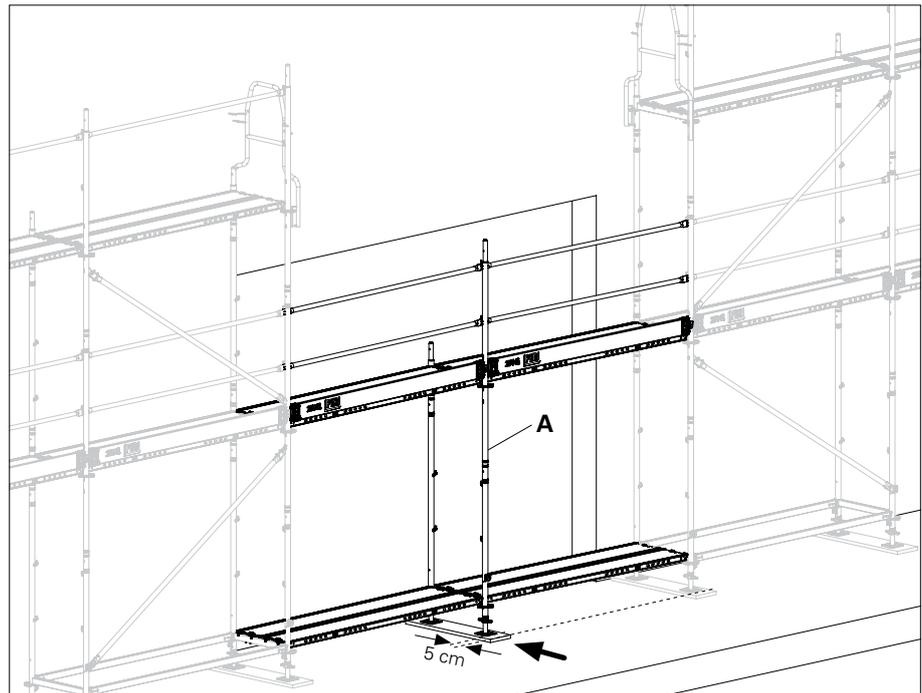

Abb. D4.01
1. Für die Montage der Überbrückung Hilfsgerüst einbauen. Um den Ausbau des Hilfsgerüsts zu ermöglichen den Rahmenzug (A) in der Öffnung ca. 5 cm aus der Gerüstachse verschieben. (Abb. D4.01 + D4.01a)